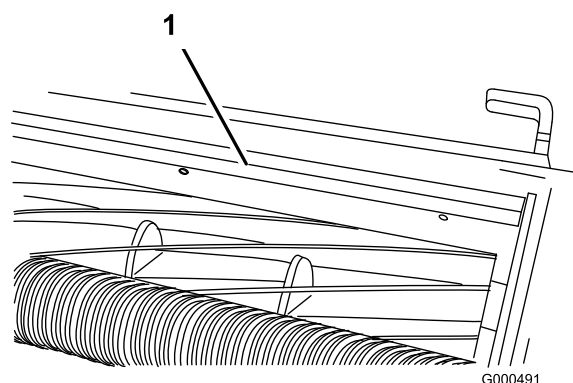

図 11
1. バー (図 11) をカッティングユニットに固定しているネジをゆるめる。